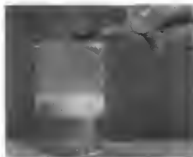

Рис. 96. Разложение пероксида водорода при внесении катализатора — оксида марганца (IV)
2. Разложение пероксида водорода (рис. 96):